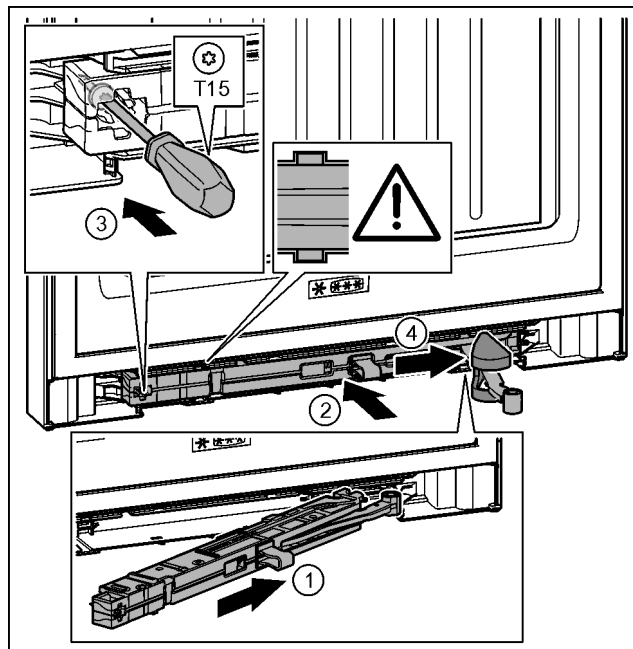

Fig. 39
- ▶ Pe partea suportului de lagăr împingeți înclinat unitatea amortizorului de închidere până la opritor în degajare. Fig. 39 (1)
- ▶ Împingeți unitatea amortizorului de închidere complet în degajare. Fig. 39 (2)
- ▶ Înșurubați ferm șurubul cu o șurubelniță T15. Fig. 39 (3)
- ▶ Împingeți capacul peste articulație. Fig. 39 (4)